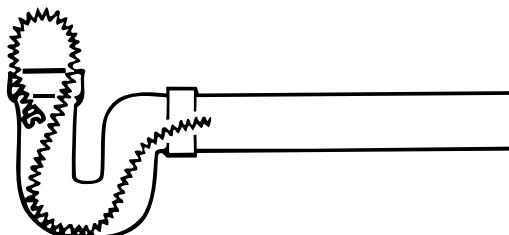

Figure 7 – Bouclage du câble au point d'entrée
- Arrimez le câble en le bouclant dans le point d'entrée (*Figure 7*). Cela peut s'avérer particulièrement utile lorsqu'il s'agit d'une canalisation à forte pente.